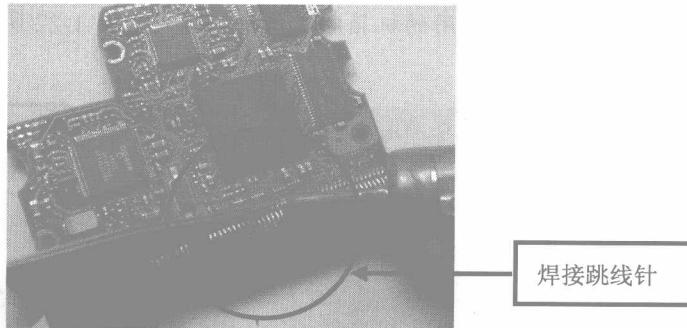

图 1-20
⑲将准备好的跳线针插入 IDE 接口缺针处，然后使用热风枪将后面的引脚焊接到电路板的对应位置，如图 1-20 所示。
⑳将电路板重新固定到硬盘上，然后将硬盘再次安装到机箱中，重装系统后故障排除。